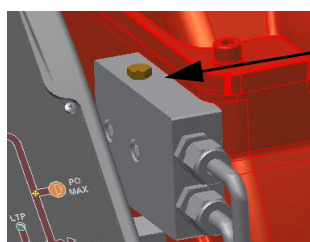

Fig. 11
- 9 La pressione di alimentazione ugello è già pre-tarata in fabbrica e non deve essere cambiata. Solo se necessario, regolare la pressione di alimentazione (vedi relativo paragrafo) nel modo seguente: inserire un manometro nella posizione indicata in Fig. 11 agire sulla vite di regolazione **VR** della pompa (vedi) fino ad ottenere una pressione all'ugello pari a 20 bar (ugelli Monarch o ugelli Bergamo - vedere grafici a pag. 37);